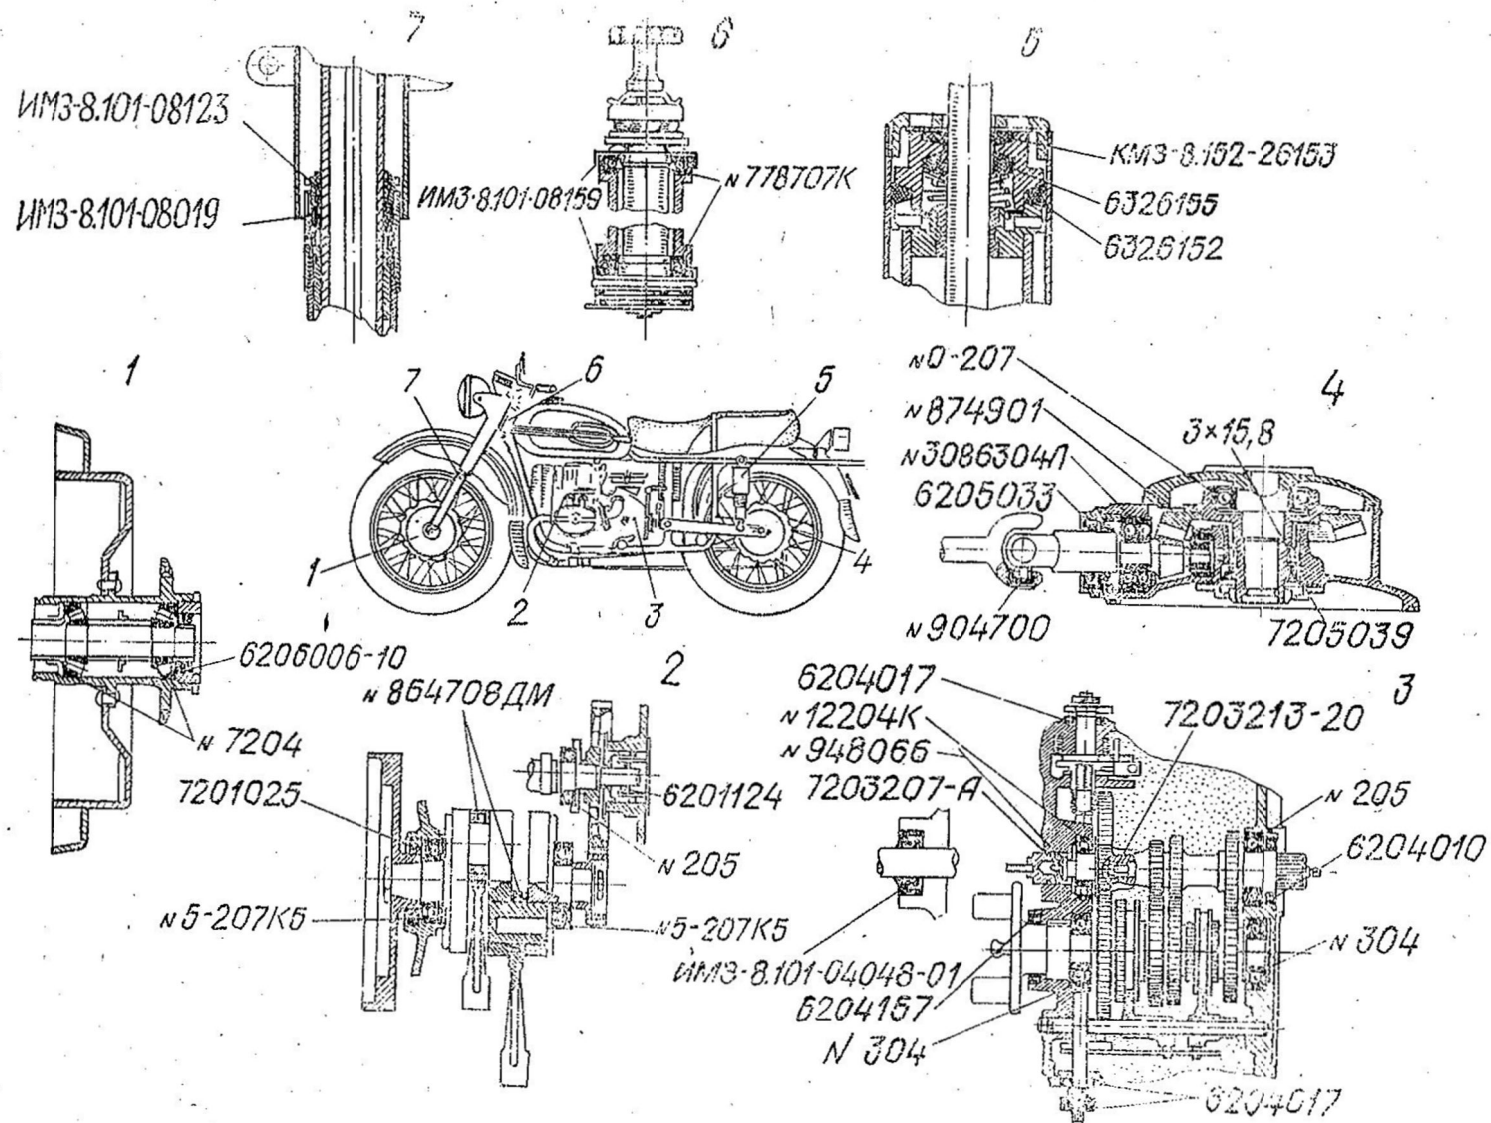

Рис. 33. Схема расположения подшипников и сальников
**Подшипники, установленные на мотоцикле (рис. 33)**
#### Сальники, установленные на мотоцикле (см. рис. 33)